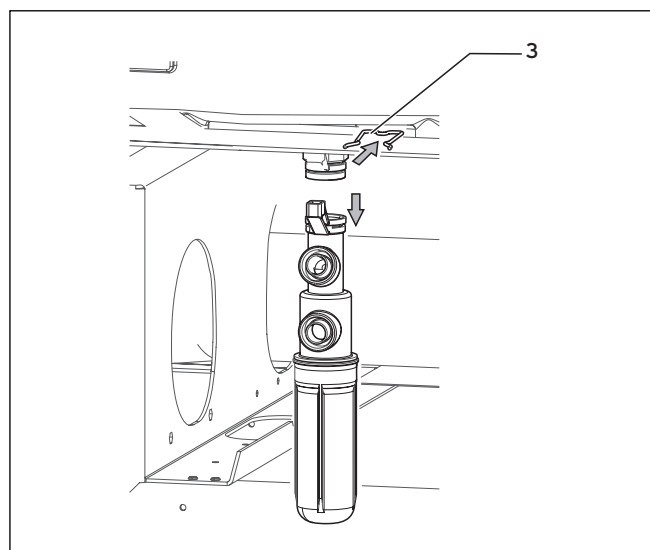

Abb. 8.3 Bügel abziehen
- Ziehen Sie den Bügel (3, Abb. 8.3) ab.